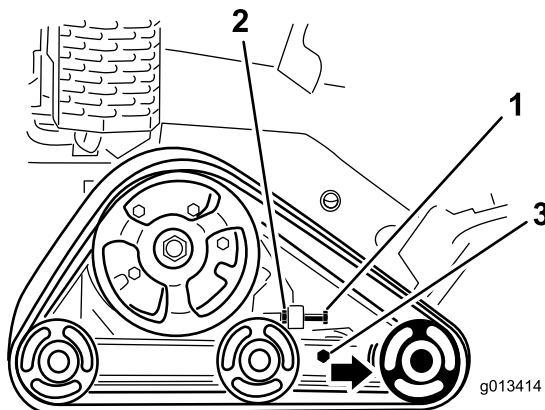

Figura 43
3. Allentate il controdado sul bullone di tensionamento dei cingoli e i bulloni del serrafilo sul braccio di tensione (Figura 43).
4. Serrate il bullone di tensionamento a un valore compreso tra 32,5 e 40 N·m per stringere il cingolo (Figura 43).
4. Allentate il bullone di tensione e il controdado (Figura 43).
5. Allentate i bulloni serrafile (Figura 43).